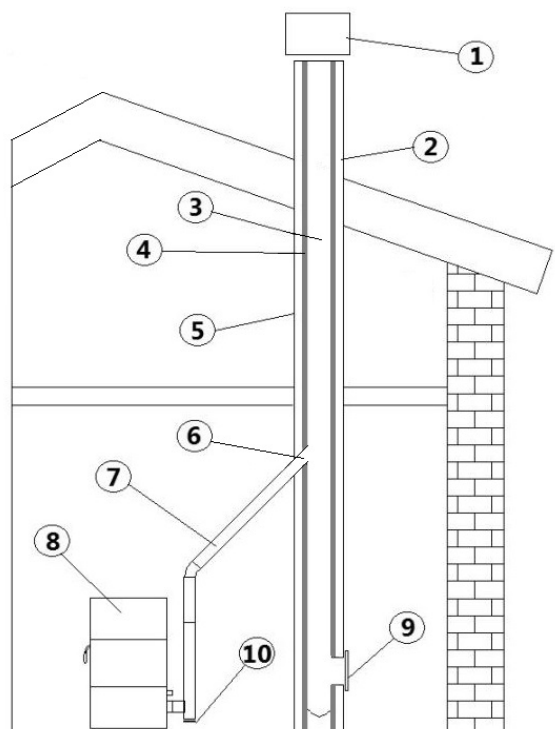

Fig. 3 - Composants de cheminée
La longueur ou hauteur du conduit de fumée (3) fait partie des caractéristiques techniques du conduit qui sont expliquées dans le chapitre **CARACTÉRISTIQUES TECHNIQUES DU CONDUIT DE FUMÉES** à **pag. 7**. Cette longueur se mesure en mètres entre la sortie de fumée du poêle et le terminal (point 1 sur **Fig. 3** ci-dessous).
LÉGENDE	Fig. 3